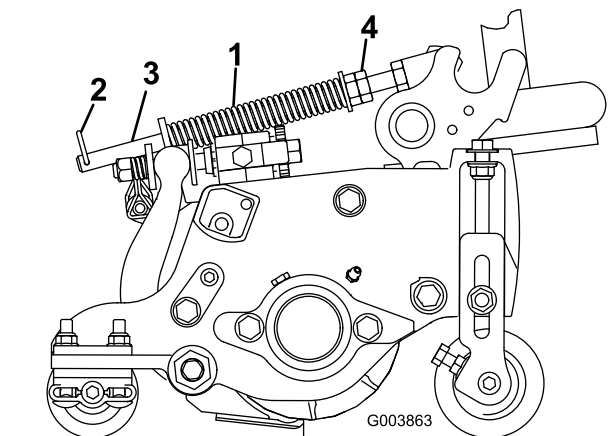

Figura 13
1. Certifique-se de que o contrapino do gancho está instalado no orifício traseiro na haste da mola (Figura 13).
2. Aperte as porcas sextavadas na extremidade dianteira da haste da mola até que o comprimento da mola em compressão seja de 12,7 cm (Figura 13).